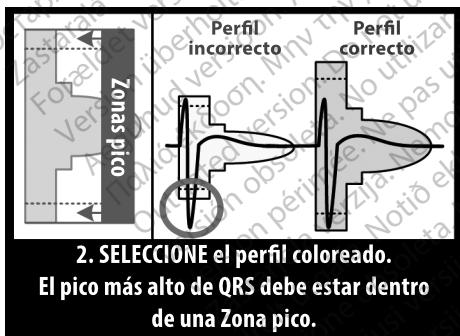

Figura 3. Selección del perfil coloreado
1. **Selección** el perfil coloreado de la herramienta de screening del paciente que mejor coincide con la amplitud del QRS (Figura 3 Selección del perfil coloreado en la página 22). Para las señales bifásicas o señales a las que se aplica notch, se debe usar el pico más grande para determinar el perfil coloreado adecuado. El pico de QRS debe encontrarse dentro del intervalo limitado por la línea de puntos y el pico del perfil coloreado.